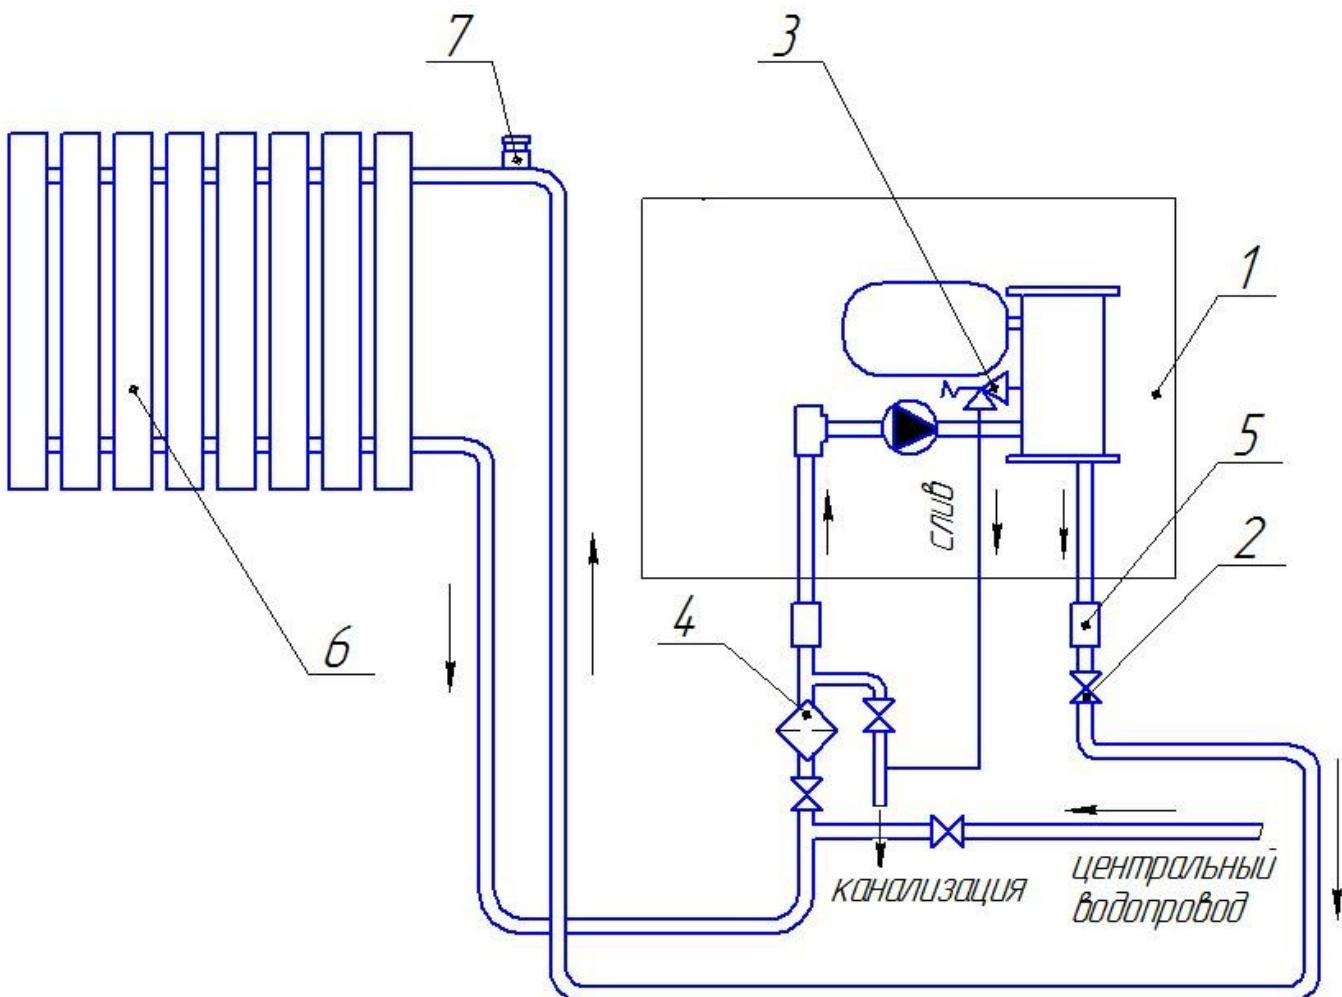

Рис.5 Упрощенная схема использования ЭВН-К в системе отопления
5.5.3 Подключить ЭВН-К к системе отопления (рис. 5). Систему отопления предварительно нужно промыть, затем заполнить чистой, без твердых включений и минеральных масел, химически нейтральной питьевой водой с РН 6,5-8,5 или жидкостью для отопительных систем (макс. Содержание гликоля 30%) и опрессовать. Выпустить воздух из системы и устраниТЬ протечки.
7.1 Монтаж отопительной системы производится согласно **СНиП РК 4.02-42-2006**. В качестве нагревательного прибора 6 (рис.5) рекомендуется использовать радиаторы. Подсоединение ЭВН-К к системе отопления осуществляется соединительными муфтами 5 с соответствующими уплотнителями.
7.2. Система отопления (рис.5) закрытого типа. В ЭВН-К уже вмонтирован расширительный бак с резиновой мембраной и циркуляционный насос. Для такой системы необходимо учесть: